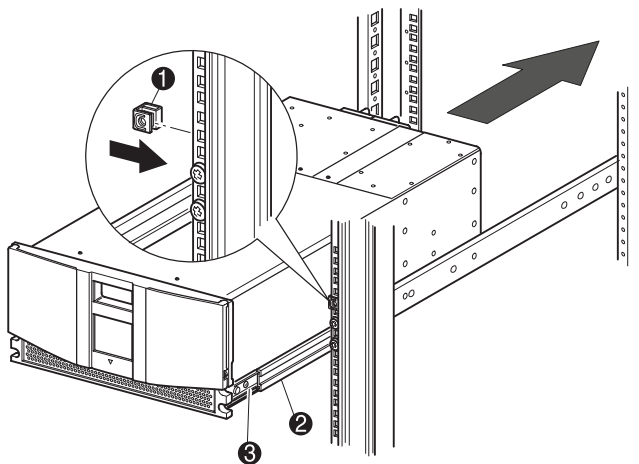

Abbildung 2-4. Installieren der Library
3. Setzen Sie die beiden Käfigmuttern zum Aufstecken zwei Rack-Höheneinheiten oberhalb der Schienenhalterungsschrauben in die vorderen vertikalen Rack-Schienen ein (siehe Abbildung 2-4).